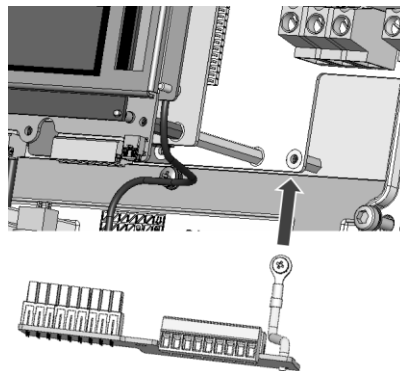

Abbildung 4: Ringkabelschuh mit Erdungsschraube befestigen
- 4** Entfernen Sie die Erdungsschraube des Wechselrichters, wie unten in Abbildung 4 gezeigt. Setzen Sie den Ringkabelschuh des RS485-Überspannungsschutzes ein, setzen Sie die Schraube wieder ein, und ziehen Sie sie fest.